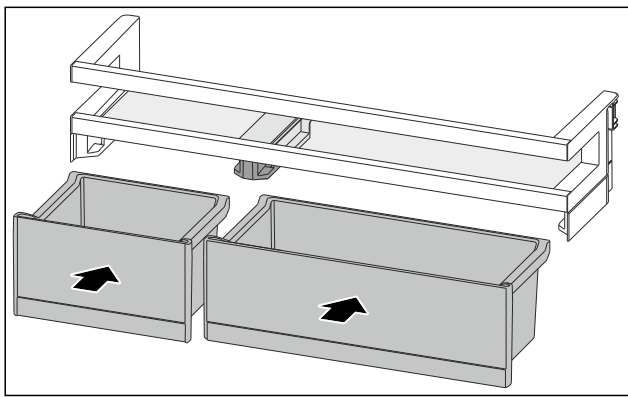

Fig. 169
- ▶ 排列互换后装入 VarioBox。(参见 Fig. 169)